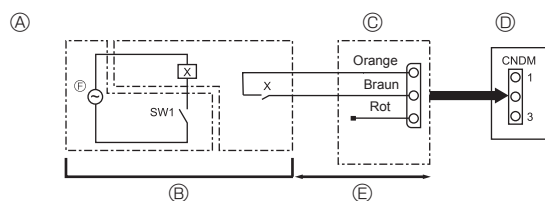

Fig. 9-1
- ① Cuadro de control de la unidad exterior
② Máx. 10 m
③ Fuente de alimentación del relé
9.1. Modo de reducción del ruido (modificación in situ) (Fig. 9-1)